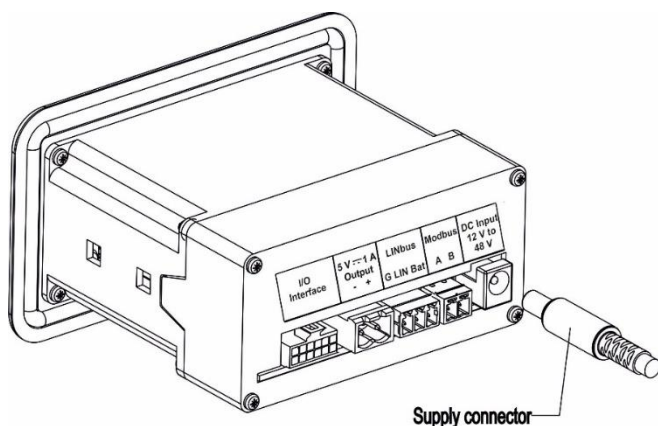

Figura 10 Inserción de la fuente de alimentación mediante conector tipo barril
- Conecte la salida de la fuente SMPS al Registrador de datos Equiplog utilizando un cable con conector tipo barril, como se muestra en la Figura 10.